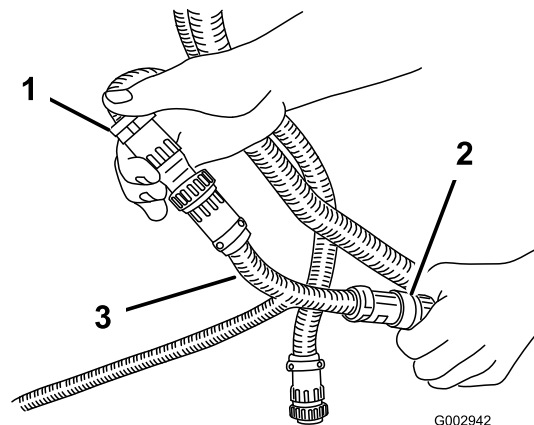
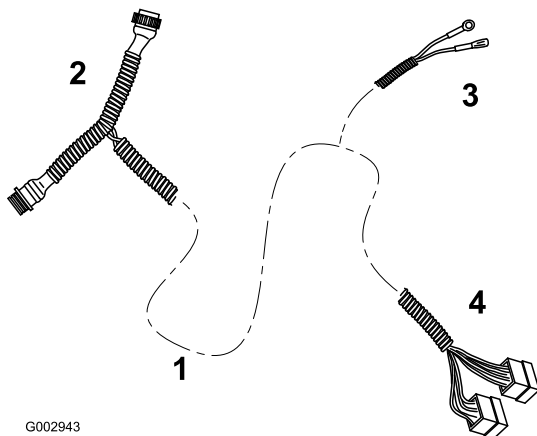
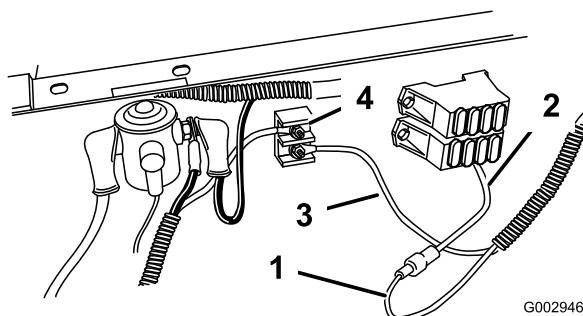

Bild 24
Bild 25
Bild 28
- Schließen Sie die Anschlüsse unter dem Armaturenbrett zwischen dem manuellen Steuerkasten und dem Sprühkabelbaum ab (Bild 24).
7. Schließen Sie das T-Ende des Kabelbaums des neuen, hinteren Steuerkastens zwischen den Kabelbaum des manuellen Steuerkastens und dem Sprühkabelbaum an (Bild 24 und Bild 25).
11. Schließen Sie das mittlere Kabel mit dem Spatenanschluss an die unbelegte Stelle am Sicherungskasten unter dem Fahrersitz an (Bild 25 und Bild 28).
13. Schließen Sie das mittlere Kabel mit dem Ösenanschluss an den Erdpol am Erdpolblock an (Bild 28).